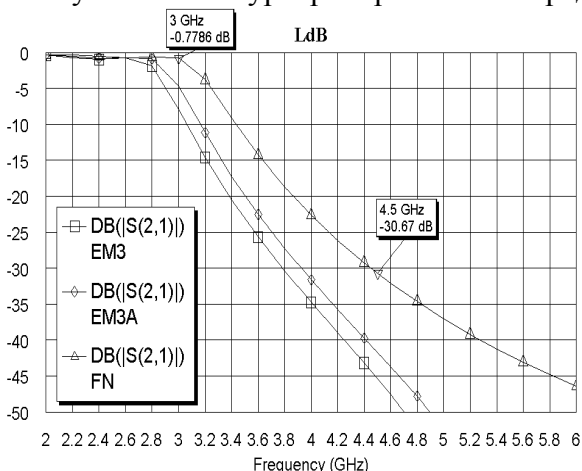

Рис. 2.13
3. Щёлкните по значку **Analyze** на панели инструментов. Полученный график показан на рис. 2.13. Как видно из этого графика, необходимо и дальше уменьшать ширину емкостных проводников.